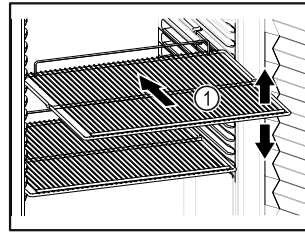

Fig. 48 Ενδεικτική απεικόνιση
- Εάν οι σχάρες Fig. 48 (1) είναι ρυθμιζόμενες, προσαρμόστε τα ανάλογα με το ύψος.